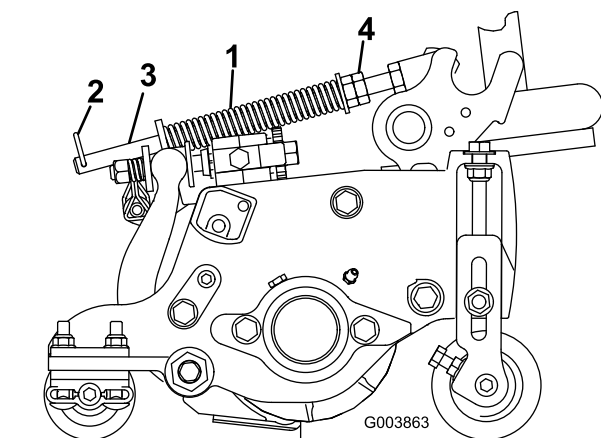

Figura 17
1. Verificate che la coppiglia sia montata nel foro posteriore dell'asta della molla (Figura 17).
2. Serrate i dadi esagonali sul lato anteriore dell'asta della molla, finché la lunghezza compressa della molla non è di 15,9 cm (Figura 17).
Nota: Se l'apparato di taglio deve essere rimosso dalla macchina, spostare la coppiglia sul foro anteriore dell'asta della molla (Figura 17). Assicuratevi di riportare la coppiglia sul foro posteriore dell'asta della molla dopo che l'apparato di taglio è stato installato nuovamente sulla macchina.